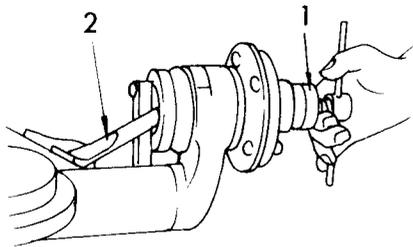

Bild 171
- Mit dem Abzieher A.3.0327, wie es in Bild 171 gezeigt ist, die Nabe von der Achswelle abziehen. Die Rückseite des Anschlussflansches für die Achswelle muss dabei in geeigneter Weise gegengehalten werden. Alfa Romeo-Werkstätten verwenden dazu die Haltevorrichtung A.2.0281 welche wie in Bild 171 gezeigt, angesetzt wird. Andernfalls einen kräftigen Dorn in eines der Flanschlöcher einsetzen und die Nabe verdrehen, bis der Dorn gegen den Schräglenker ansitzt.